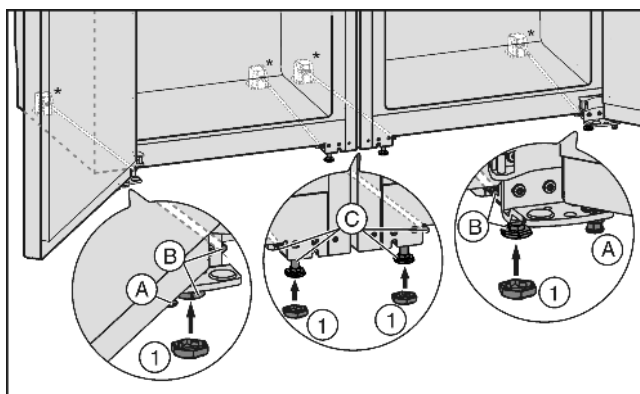

Fig. 4
- ▶ Ggf. Stellfüße Fig. 4 (A) vorn an beiden Geräten ganz eindrehen, so dass kein Bodenkontakt besteht.
- ▶ Kappen Fig. 4 (1) auf die vier vorderen Stellfüße stecken.
- ▶ Mittlere Stellfüße Fig. 4 (C) eindrehen, so dass kein Bodenkontakt besteht.
- ▶ Kombination über die äußeren Stellfüße Fig. 4 (B) ausrichten.
- ▶ Mittlere Stellfüße Fig. 4 (C) wieder absenken, bis sie den Boden berühren.
- ▶ Danach Tür abstützen: Stellfüße Fig. 4 (A) am Lagerbock absenken, bis sie auf dem Boden aufliegen, dann 90° weiter drehen.